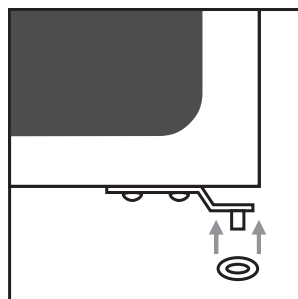

fig. 9c
- Deur opnieuw insteken op onderscharnier. Plaats het ringetje tussen scharnier en scharnierhouder (zie fig. 9c).